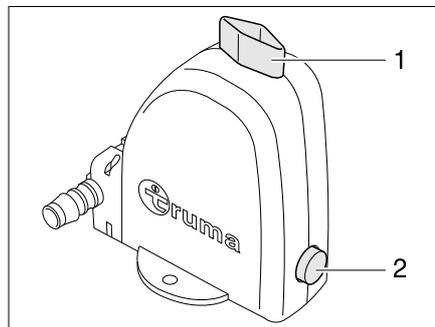

Bild 197 Sicherheits-/Ablassventil des Boilers
Der Boiler ist mit einem Sicherheits-/Ablassventil (Bild 197) ausgestattet. Das Sicherheits-/Ablassventil verhindert, dass das Wasser im Boiler einfriert, wenn bei Frost die Heizung nicht eingeschaltet ist.
- Sicherheits-/Ablassventil schließen. Dazu den Drehknopf (Bild 197,1) quer zum Sicherheits-/Ablassventil drehen und den Druckknopf (Bild 197,2) hineindrücken.
- Sicherheits-/Ablassventil öffnen. Dazu den Drehknopf (Bild 197,1) längs zum Sicherheits-/Ablassventil drehen. Der Druckknopf (Bild 197,2) springt heraus. Der Boiler wird über das Sicherheits-/Ablassventil nach außen entleert.